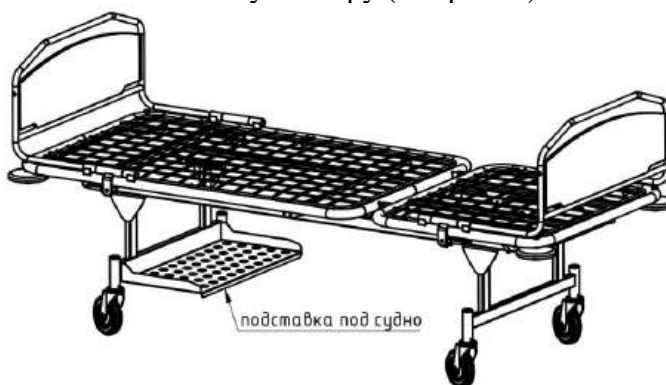

Рисунок 4 – Установка подставки под судно
- Подставку под судно установить на колесную опору (см. рис. 4).